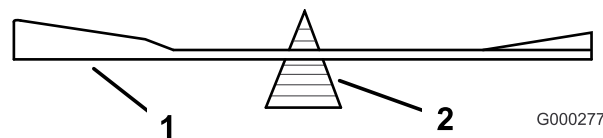
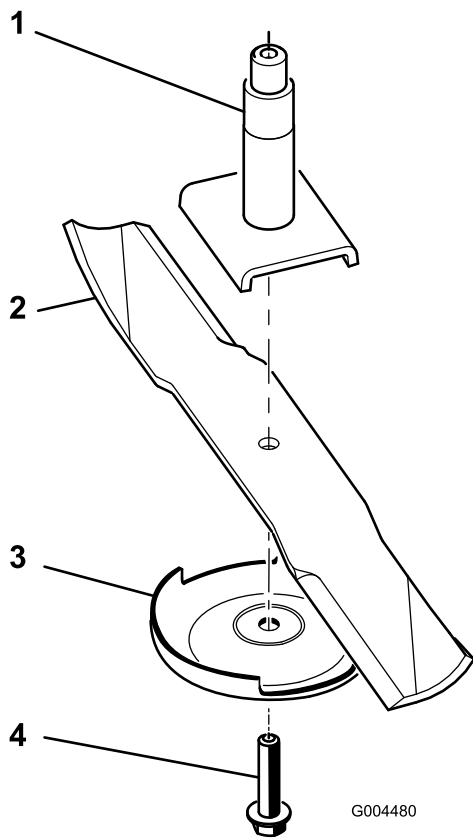

図 68
図 69
2. スピンドルのシャフトからブレード・ボルト、芝削り防止プレート、ブレードを取り外す(図 69)。
2. ブレード・バランスー(図 68)を使ってバランスを調べる。ブレードが水平に停止すればバランスがとれているからそのまま使用してよい。もし傾くようなら、重い方の裏面を少し削って調整する(図 69)。バランスがとれるまで調整する。
1. スピンドル・シャフトにブレードを取り付ける (図 69)。
2. 芝刈り防止プレートとブレード・ボルトを取り付ける (図 69)。